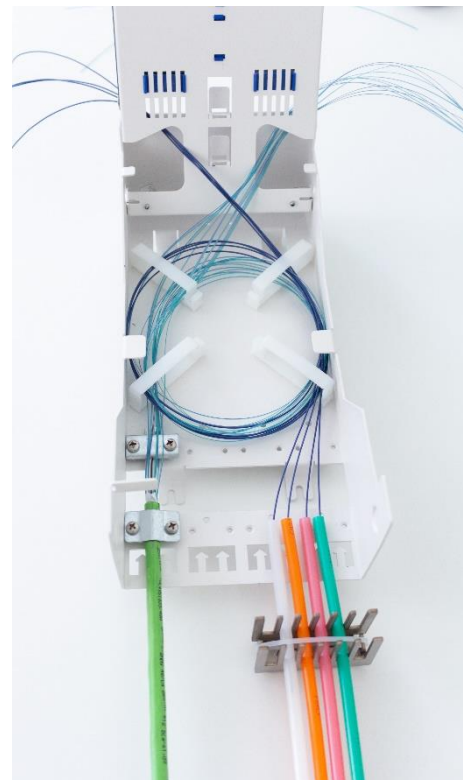

Bild 5
9. Skruva dukthållaren på väggen ca 30 mm nedanför bottenplattan på skarvboxen så att dukthållaren hamnar innanför locket. Kläm fast mikrodukten i hållaren enligt bild 5. Vid behov kan dukterna förankras i hållaren med buntband.